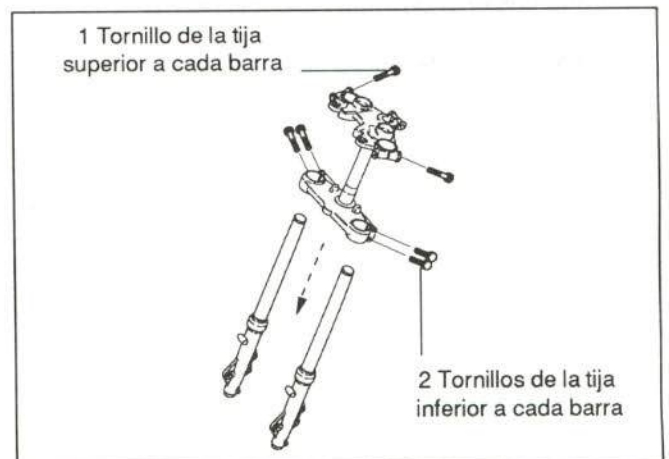

Figura 22.- Unión del conjunto barra-botella
- Conjunto barra-botella (figura 22)